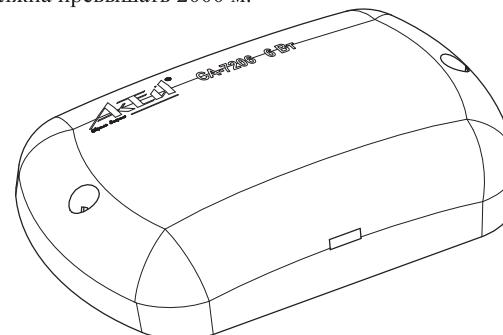

Рисунок 1. CA-7206. Внешний вид.
**1.1.** Изделие (рис. 1) предназначено для освещения лестничных клеток, коридоров, подвальных помещений, гаражей, мастерских, вспомогательных помещений, салонов пассажирского и грузового автомобильного, железнодорожного и водного транспорта.